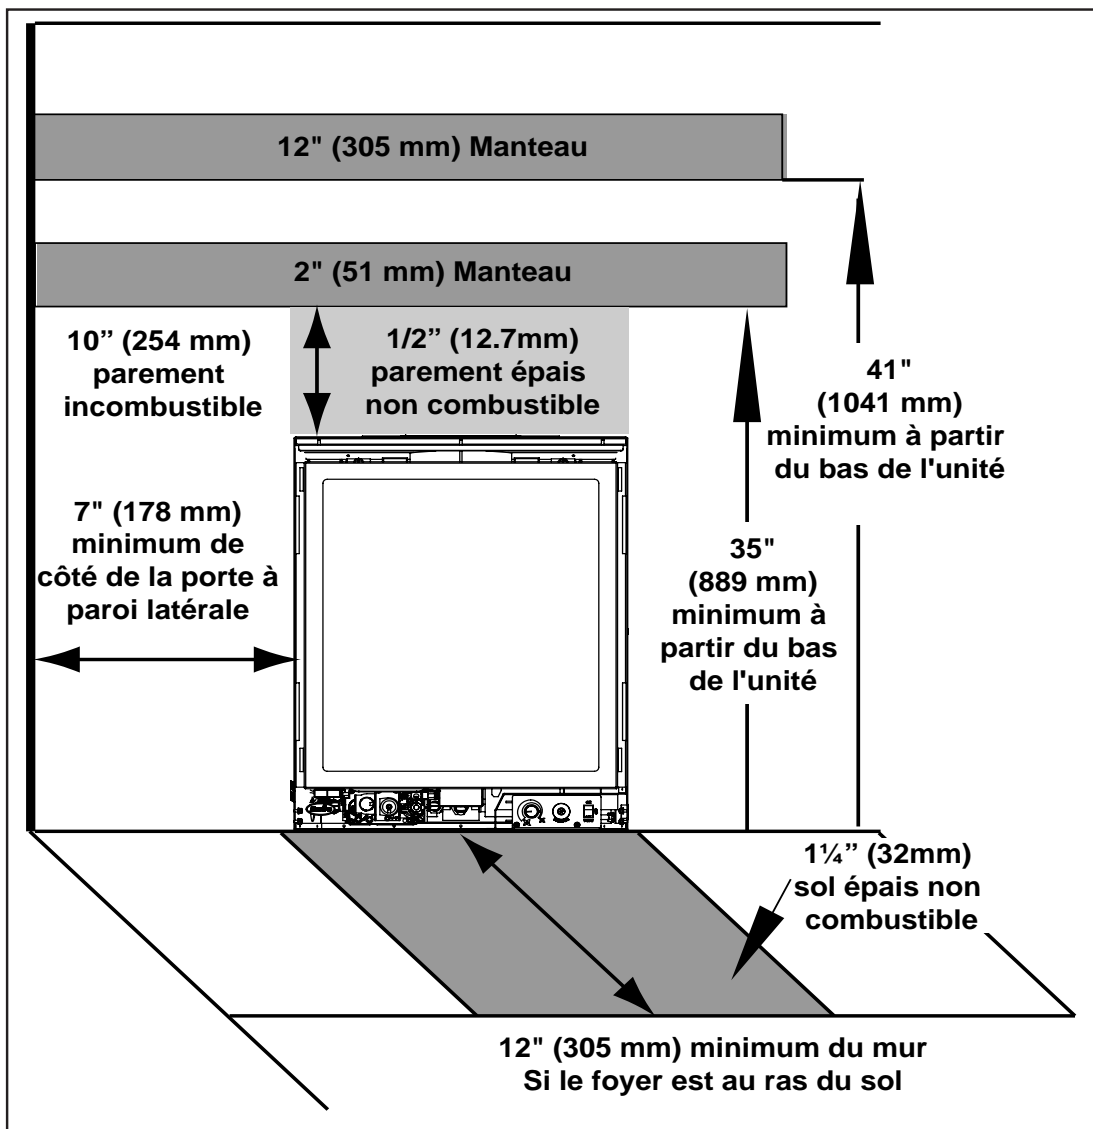

Figure 35: Dégagements combustibles
**PO D'ÉPAISSEUR, AVEC UNE VALEUR R D'AU MOINS 0,26, DOIT ÊTRE UTILISÉ (VOIR LA FIGURE 35). DEVANT L'APPAREIL :** Un matériau incombustible d'au moins 12 po d'épaisseur et de  $1\frac{1}{4}$ po, avec une valeur R d'au moins 2,27 (valeur K d'au moins 0,55), doit être utilisé lorsque l'appareil est posé sur le sol ou surélevé à moins de 2 po du sol. Une protection de sol Q1 approuvée de 1 po d'épaisseur est disponible séparément sous le numéro de pièce 50-3016. Lorsque l'appareil est surélevé de 2 à 4 po au-dessus du sol, un matériau d'au moins 12 po d'épaisseur et de  $\frac{3}{4}$ po, avec une valeur R d'au moins 1,36 (valeur K d'au moins 0,55), doit être utilisé. Si l'appareil est surélevé à plus de 4 po du sol, n'importe quel matériau combustible peut être utilisé.
**ADJACENT/MUR LATÉRAL :** Il doit y avoir une distance minimale de 7 po entre le côté de la porte du foyer et un mur adjacent composé de matériaux combustibles (voir la figure 35).